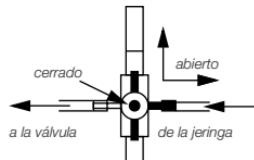

Fig. 9
- Gire la llave de tres pasos tal y como se muestra en la Fig. 9 y llene el manómetro hasta 10 cmH₂O por encima de la presión de apertura esperada de la válvula. (Ejemplo: Para probar la paedIGAV con un valor de presión de apertura de 5 cmH₂O en posición horizontal y de 25 cmH₂O en posición vertical. El manómetro se llena hasta 15 cmH₂O con la válvula en posición horizontal y hasta 40 cmH₂O con la válvula en posición vertical).